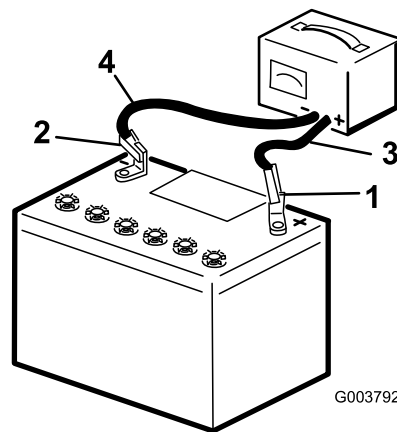

図 44
2. 3-4 Aで 4-8 時間充電する 図 44。充電しすぎないように注意すること。
3. 充電が終わったら、チャージャのプラグをコンセントから抜いてから、チャージャのリード線をバッテリー端子から外す 図 44。
1. 先ほど取り外したねじ類を再使用して、プラスケーブル赤いケーブルをバッテリーのプラス端子に取り付ける **図 44**。
3. 先ほど取り外したねじ類を再使用して、マイナスケーブル黒いケーブルをバッテリーのマイナス-端子に取り付ける **図 44**。
4. 押さえ棒と蝶ナットでバッテリーを固定する **図 44**。